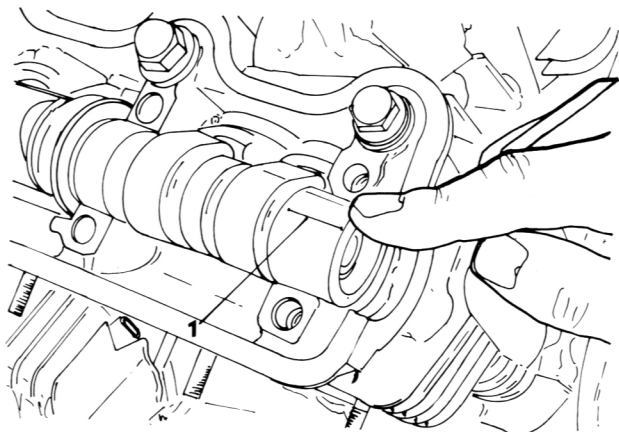

Bild 35
Die Steuerkette auf die Einlasskettenräder legen. Ein Kettenrad befestigen und mit Hilfe einer Federwaage die Kette um 20 bis 98 N (2 bis 10 kg) spannen. Den Abstand zwischen den angegebenen Punkten messen (Bild 35). Die Verschleißgrenze beträgt 170,7 mm. Die Steuerkettenführung auf Beschädigung, örtliche oder übermäßige Abnutzung überprüfen.
- Einen Plastikmessstreifen (Plastigage) in Längsrichtung auf die Oberseite jedes Nockenwellen-Lagerzapfens legen (Bild 35).